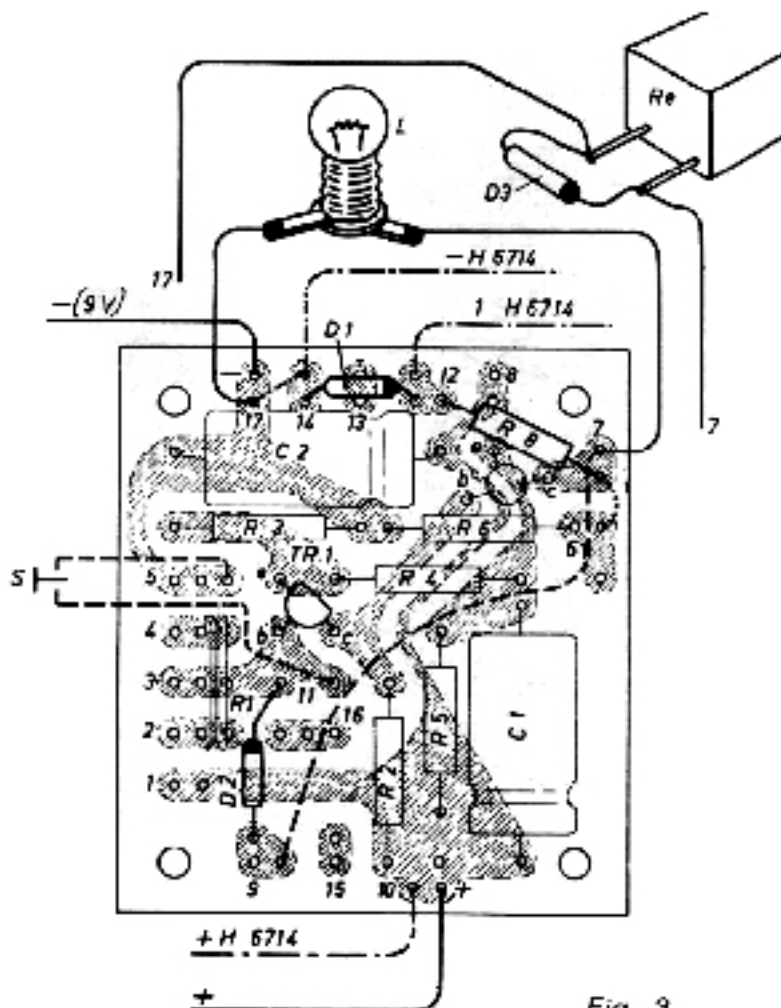

Fig. 3
OP DE UITGANG VAN DE SCHAKELAAR (punten 7 t/m 17) dient een belasting van ca. 150 ohm aangesloten te worden. Dit kan zijn: een lampje (L) van 6 V 50 mA (zie fig. 3), een relais (Re) met een spoel van 120 à 180 ohm (6 V), een motortje dat bij 6 V ca. 50 mA gebruikt of een weerstand (R6), die o.a. wordt gebruikt voor het rechtstreeks aansluiten van de elektronische zoemer H 6714.
Bij toepassing van een relais dient een diode (D3) parallel aan de relaispoel gemonteerd te worden (detail bij fig. 3), katode (gemarkeerde zijde) aan 7. Een relais kan b.v. een claxon, een grote alarmbel, lampen op netspanning, grote ventilators e.d. inschakelen. Voor nog grotere vermogens zoals motoren, verwarmingselementen e.d. kan door het relais een tweede relais met grotere capaciteit worden ingeschakeld. Het is overigens ook mogelijk om de elektronische schakelaar te laten volgen door een „eind-transistor“, die zwaardere relais rechtstreeks kan schakelen. Zie „andere relais“.
De montage is, met streepjeslijnen, aangegeven in fig. 3; diode tussen 9 en 11, verbinding met geïsoleerd draad tussen 7 en 9, druktoets (maakcontact) tussen 5 en 11.
DE ELEKTRONISCHE ZOEMER H 6714 is een generator die een alarmtoon opwekt, die door een luidspreker wordt weergegeven. In combinatie met de elektronische schakelaar kan een signalering worden gemaakt, die bijvoorbeeld waarschuwt wanneer een bepaalde temperatuur, lichtniveau of vochtigheid is bereikt. De zoemer wordt via een weerstand en een zenerdiode op de schakelaar aangesloten volgens de streepjeslijnen in fig. 3; plus van zoemer aan 10, min van zoemer aan 14, verbinding tussen 14 en 17, doorverbinding tussen 6 en 7 (volgens stippelijntje), punt 1 van zoemer aan 12, zenerdiode tussen 12 en 14, weerstand R8 tussen 7 en 12.
De houdschakeling heeft bij een tijdschakelaar uiteraard geen zin; de diode (D2) en de bijbehorende bedrading (streepjeslijn fig. 3) mogen bij de tijdschakelaar niet aanwezig zijn.